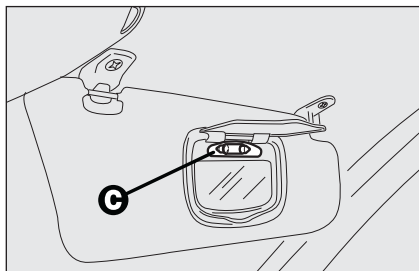

fig. 47
- ☐ sostituire la lampada **C-fig. 47** svincolandola dai contatti laterali, accertandosi che la nuova lampada risulti correttamente bloccata tra i contatti stessi.